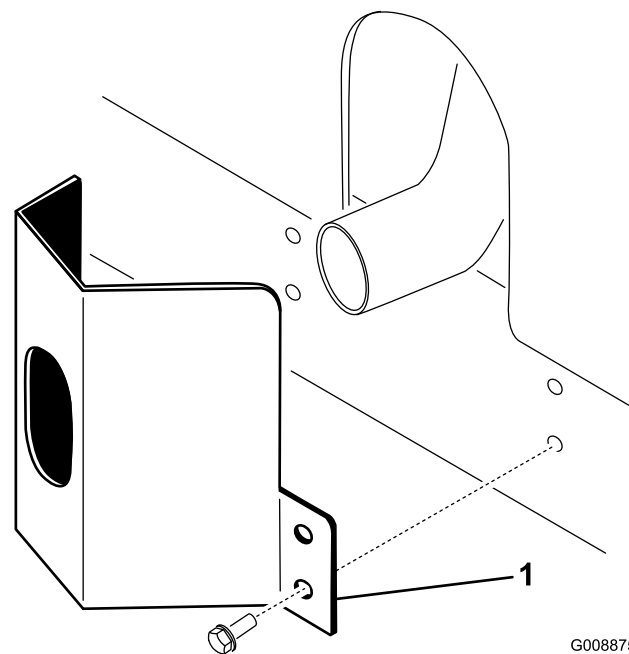

Bild 11
2. Befestigen Sie das Auspuffschutzblech mit vier Blechschrauben am Rahmen (Bild 11).
- Positionieren Sie das Auspuffschutzblech um den Schalldämpfer, während Sie gleichzeitig die Befestigungslöcher auf die im Rahmen abstimmen (Bild 11).